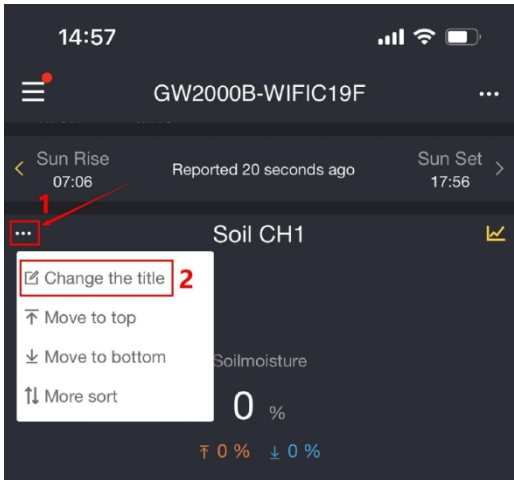
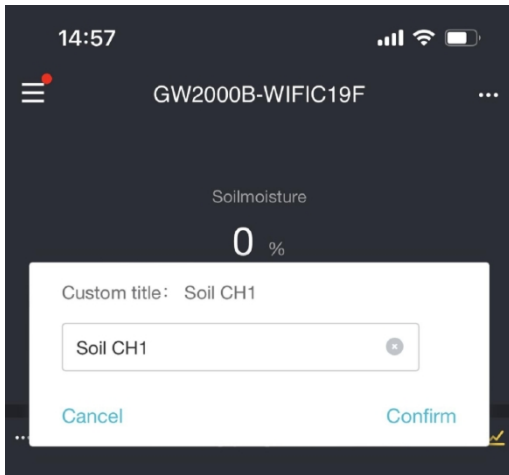
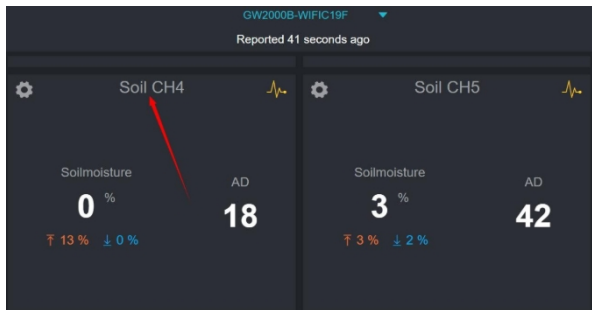
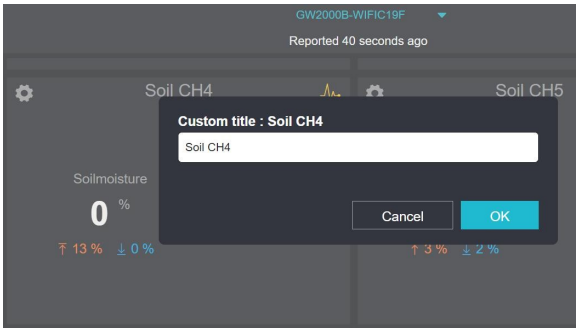

Abbildung 19
Abbildung 20
Abbildung 21
Abbildung 22
- Klicken Sie auf „...“ in der oberen linken Ecke des Sensorkanals und wählen Sie „Titel ändern“, wie in Abbildung 19 dargestellt.
- Bearbeiten Sie den Kanalnamen im Popup-Fenster und klicken Sie anschließend auf „Bestätigen“, wie in Abbildung 20 dargestellt.
- Suchen Sie den Kanal Ihres Sensors und klicken Sie direkt auf den Kanaltitel, klicken Sie beispielsweise auf „Soil CH4“, wie in Abbildung 21 dargestellt.
- Bearbeiten Sie den Kanalnamen im Popup-Fenster und klicken Sie auf „OK“, wie in Abbildung 22 dargestellt.
Sie die Kanalnamen in der Ecowitt-App bearbeiten, beachten Sie bitte Abbildung 19 bis Abbildung 20; wenn Sie die Kanalnamen auf ecowitt.net bearbeiten, beachten Sie bitte Abbildung 21 bis Abbildung 22.